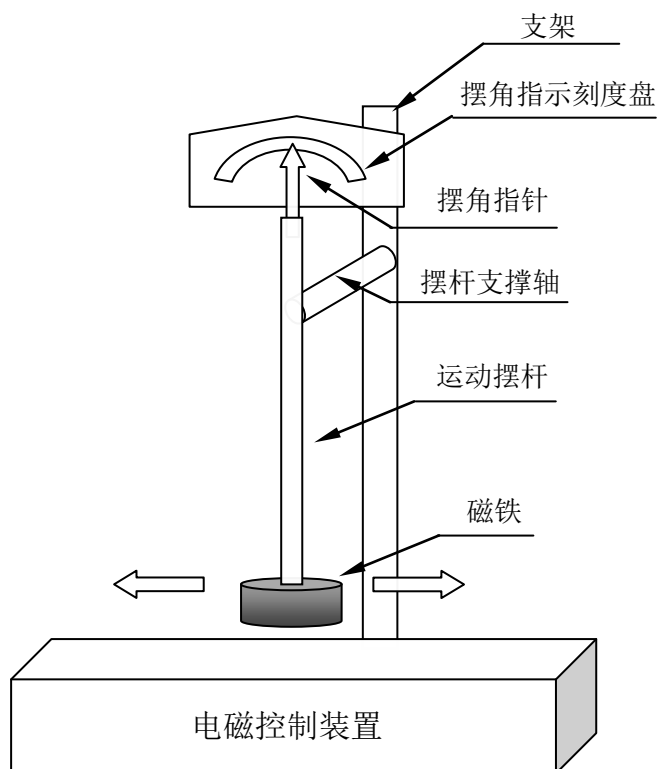
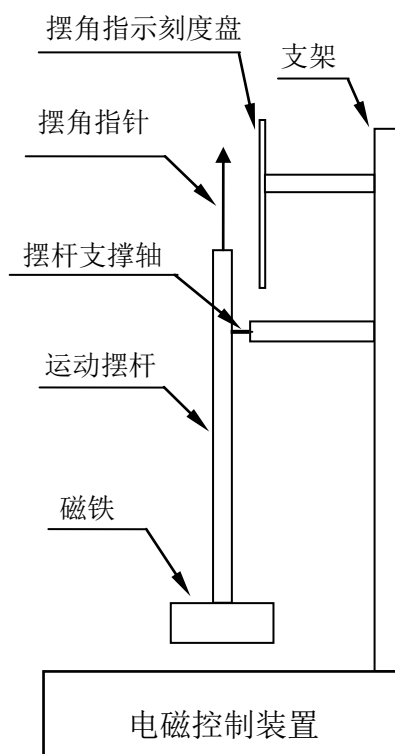

图 1 电磁控制运动装置示意图
图 2 电磁控制运动装置侧面示意图
设计并制作一套电磁控制运动装置，该装置由电磁控制装置、摆杆等部分构成。装置外形尺寸要求不能大于：长 300mm、宽 300mm、高 300 mm，摆杆支撑轴中心点到摆杆底端的长度规定在 100mm~150mm 范围内；装置结构示意图如图 1 和图 2 所示。
- (1) 图 1 和图 2 只作为设计参考，参赛队可以自行设计电磁控制运动装置结构；
- (2) 摆杆和摆杆支撑轴上不能安装任何驱动装置，但可以安装角度传感器；
- (3) 摆杆运动控制、检测装置的安装方式与控制方法由参赛队自行确定；
- (4) 磁铁在摆杆上的安装位置不做限制，在测试过程中不允许做任何改动和调整；
- (5) 摆角指示刻度盘绘制以  $1^{\circ}$  为最小单位，可以自制或采用成品量角器，摆角测量值以摆杆上指针与指示刻度盘相对应的读数为基准。
- (6) 摆杆自然下垂的点定义为摆杆的静止点。
- (7) 响应时间在本题目中定义为：摆杆由初始静止状态到达稳定状态（4 个周期摆幅基本相同）的时间。响应时间包括 4 个稳定周期摆动的时间。